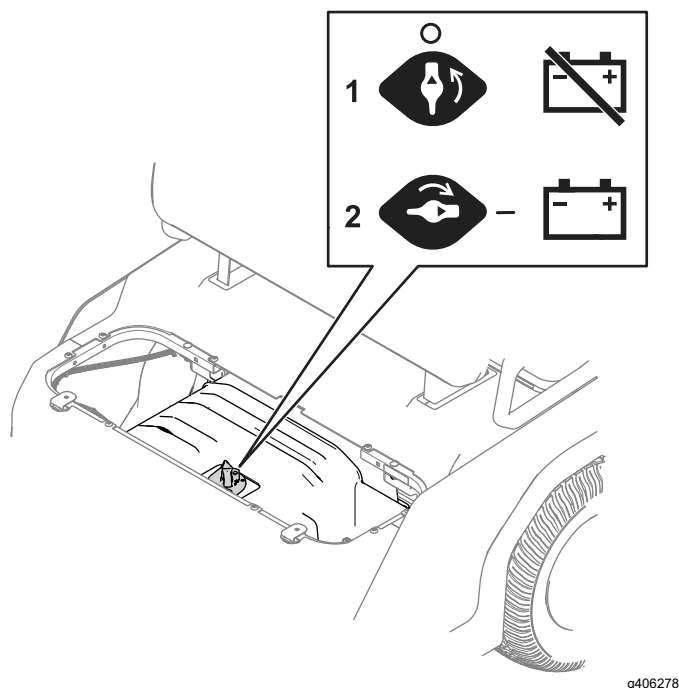

Figura 34
3. Desloque o interruptor de desconexão das baterias para a posição desejada, conforme mostrado na Figura 34.